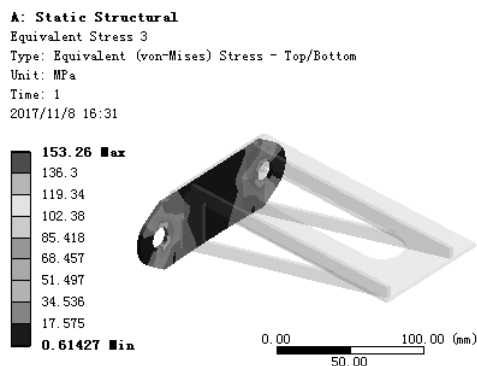

图 7.11.23 应力结果图解 (FIX-BOARD)
(5) 查看 FIX-BOARD 零件应力结果图解。在“Outline”窗口中选中  **Equivalent Stress 3**，查看图 7.11.23 所示的零件 FIX-BOARD 的应力结果，其最小应力为 0.61427 MPa，最大应力为 153.26MPa。